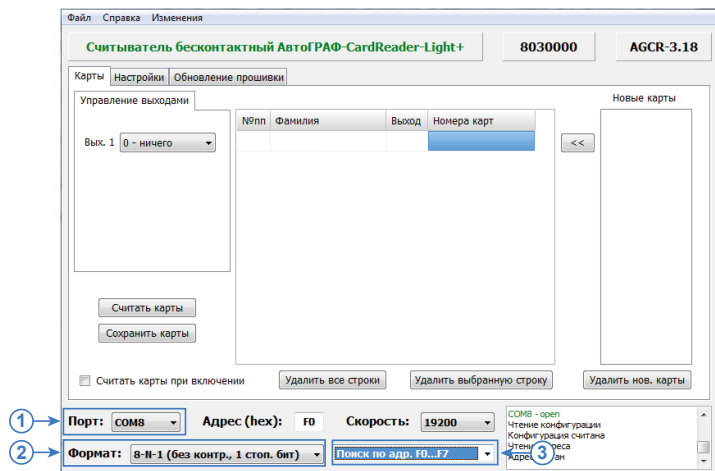

Рис.2. Поиск по адресам от F0 до F7.
- в программе «AGPCConf» выбрать COM-порт к которому подключен считыватель (Рис.2, п.1). Посмотреть порт устройства можно в Диспетчере устройств системы;
- выбрать диапазон адресов считывателей «АвтоГРАФ-Light/Light+» – Поиск по адресам F0...F7 (Рис.2, п.2);